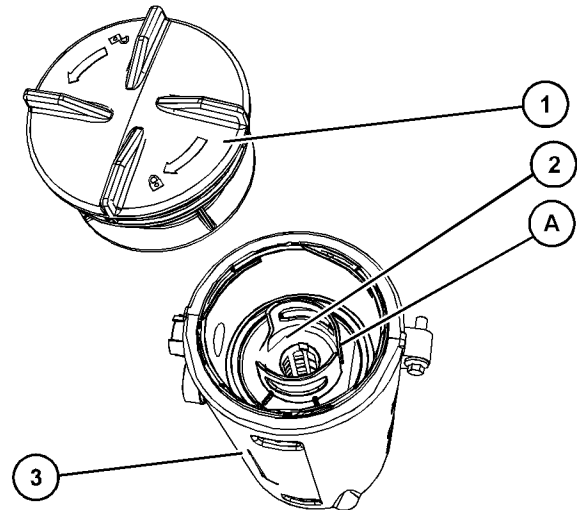

Ilustración 75
**Nota:** El corte de la sección (5) de la tapa permite el acceso a la junta.
4. Quite la junta usada (4) e instale una nueva.
5. Instale un nuevo elemento de filtro en el cuerpo del respiradero (3) y oriente el elemento de filtro de manera que la posición (A) esté alineada. Consulte la ilustración 75. Alinee la posición (A) del elemento de filtro con la posición (B) de la tapa.